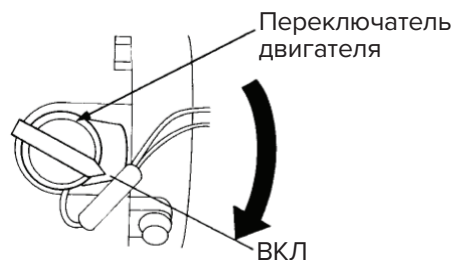

Рис. 11. Переключатель двигателя ВКЛ/ВЫКЛ (ВКЛ)
5. Установите переключатель двигателя (см. рис. 11) в положение ВКЛ.